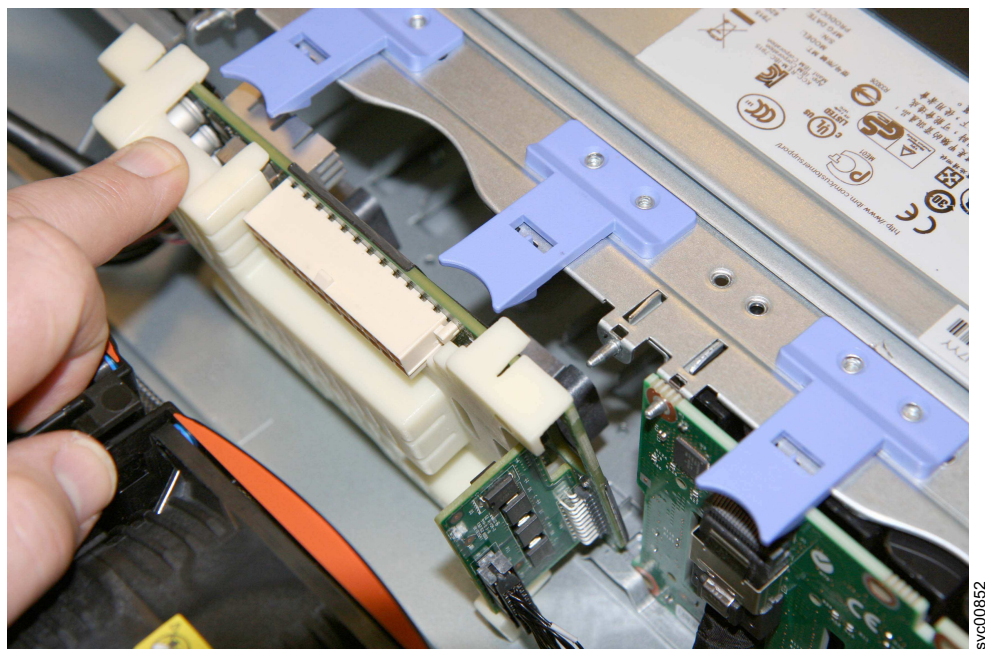

图 104. 卸下电池底板
1. 提起锁定卡口，将电池底板从机箱轻轻拉回并抬起，如第 127 页的图 104 中所示。